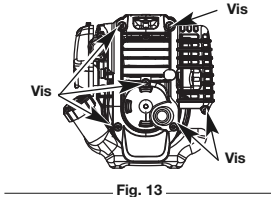

Fig. 13
- Retirez les six (6) vis situées à l'arrière du couvercle du moteur à l'aide d'un tournevis Torx T-25 ou d'un tournevis plat (Fig. 13).
- Retirez le couvercle du moteur (Fig. 13).
- Arrêtez le moteur et laissez-le refroidir. Retirez les six (6) vis situées à l'arrière du couvercle du moteur à l'aide d'un tournevis Torx T-25 ou d'un tournevis plat (Fig. 13).